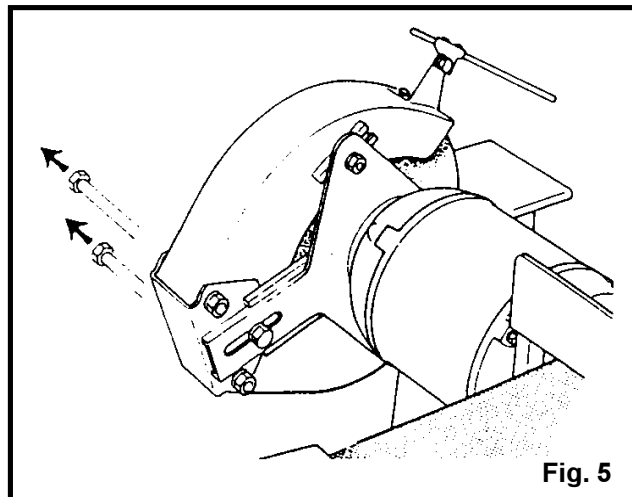

Fig. 5
2. Enlever les 2 boulons (fig.5)